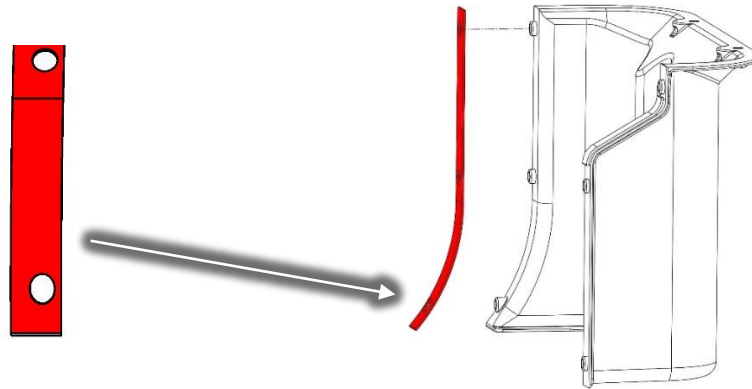

图 5 – 电容器盖板右侧泡沫安装
3. 拆除端部的少量粘接衬纸，安装较短的电容器侧盖板右侧密封泡沫。底孔稍微有些椭圆形状。参见图 5。